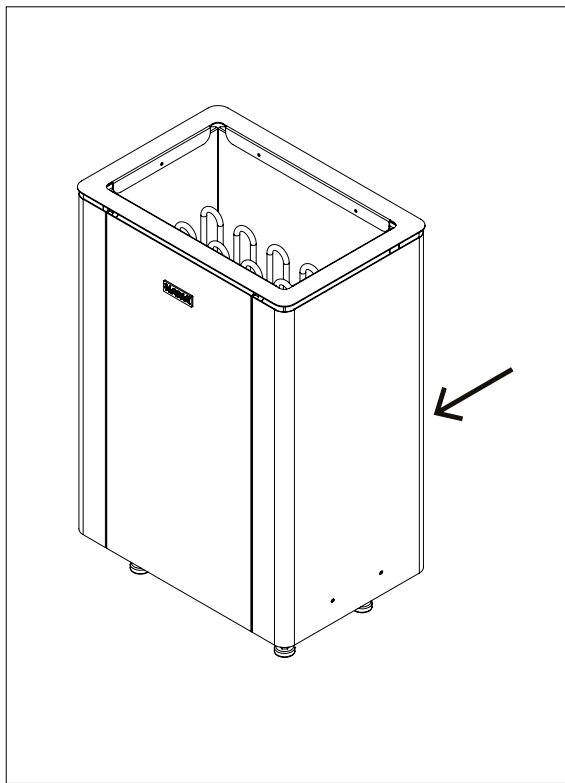

Abbildung 6.3-3. Lage des Hauptschalters
10. Vergewissern Sie sich, dass der Hauptschalter (I/O) des Ofens auf der Position O steht. (Abbildung 6.3-3):